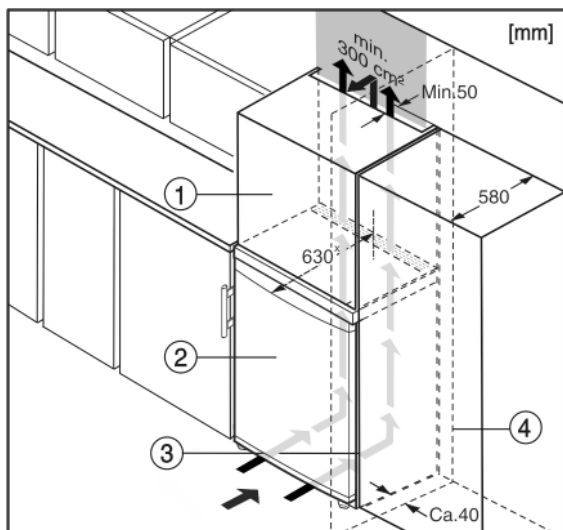

Fig. 10
(2) Устройство*
(4) Стена*
Устройство может быть окружено кухонными шкафами. Чтобы уравнять устройство Fig. 10 (2) по высоте с кухонной стенкой, можно установить над устройством дополнительный шкафчик Fig. 10 (1).
При комбинировании с кухонными шкафами (глубина макс. 580 мм) устройство можно установить непосредственно рядом с кухонным шкафом Fig. 10 (3). Устройство выступает сбоку на 34 мм * и по центру на 50 мм * относительно передней стенки кухонного шкафа.*
Если устройство установлено на шарнирах у стены Fig. 10 (4), то расстояние между устройством и стеной должно быть не менее 40 мм. Настолько выступает ручка при открытой дверце.*